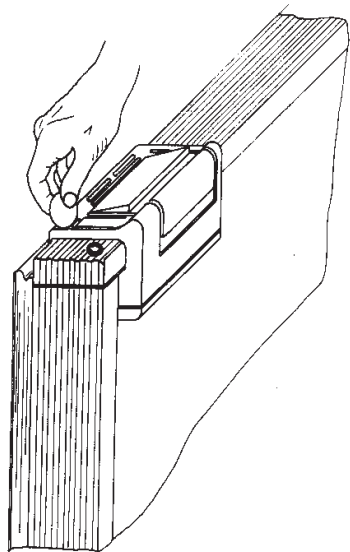

FIG. 1
- Dans le cas où le minibar ne serait pas utilisé, il est recommandé de bien essuyer la partie interne et de laisser la porte entr'ouverte pour aérer l'intérieur. A cet effet, débloquer la fixation de la porte à l'aide d'une pièce de monnaie ou d'un petit tournevis (fig. 1 et 2).